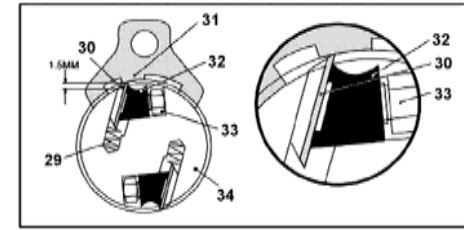

Рис.10
- 12.6.1. Ослабьте прижимную планку (32) и нож (30), вращая фиксирующие винты (33) по часовой стрелке, Рис. 10. Ножи (30) подпружинены и выйдут из паза, как только узел фиксации ослабнет.
- 12.6.7. Калибр (31) из комплекта поставки для установки строгальных ножей (30), Рис.10, плотно прижмите к строгальному валу (34). С помощью калибра (31) вылет ножей (30) устанавливается приблизительно на 1,5 мм.